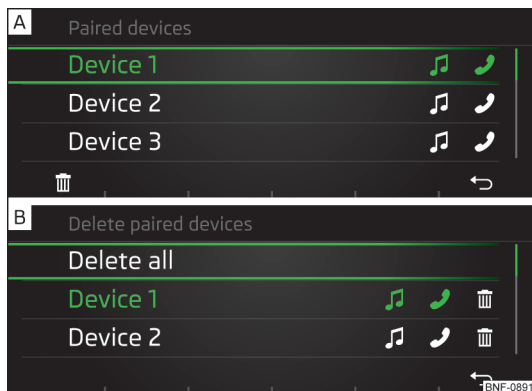

Fig. 115
Na lista dos dispositivos externos emparelhados aparecem os seguintes símbolos dos perfis Bluetooth® se o telefone estiver ligado » **Fig. 115 - [A]**.
- Selecionar com o botão **[Q]** o dispositivo externo » **Fig. 115 - [A]**.
- A tecla de função **[M]** » **Fig. 115 - [A]**.
- Selecionar com o botão **[Q]** o dispositivo externo » **Fig. 115 - [B]**.